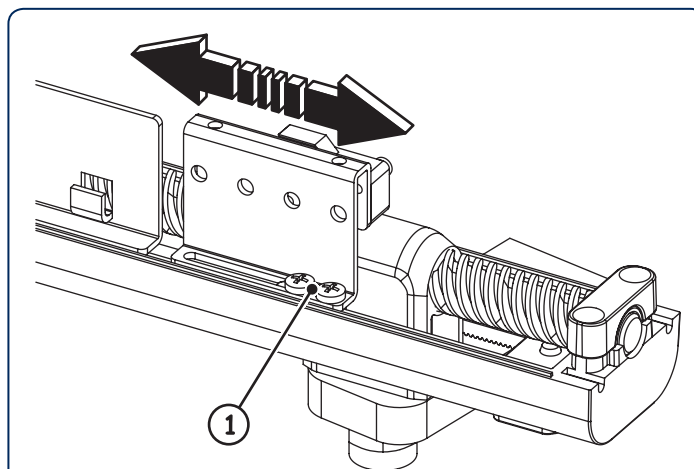

Fig. 24
2. Haal de bevestigingsschroeven los van de eindschakelaar die geregeld moet worden, fig. 24 ref. A.